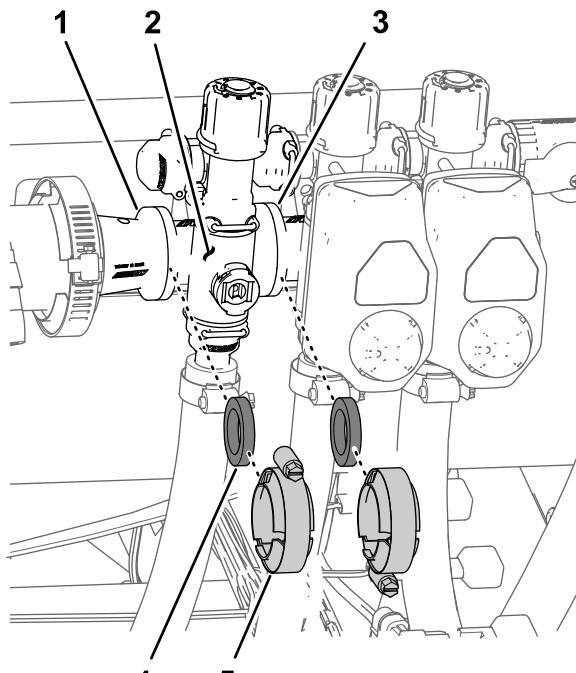

Figure 119
1. Déposez les colliers et les joints qui fixent le collecteur de la vanne de section (Figure 119) à la vanne de section adjacente (s'il s'agit de la vanne de section gauche, et coupleur réducteur).